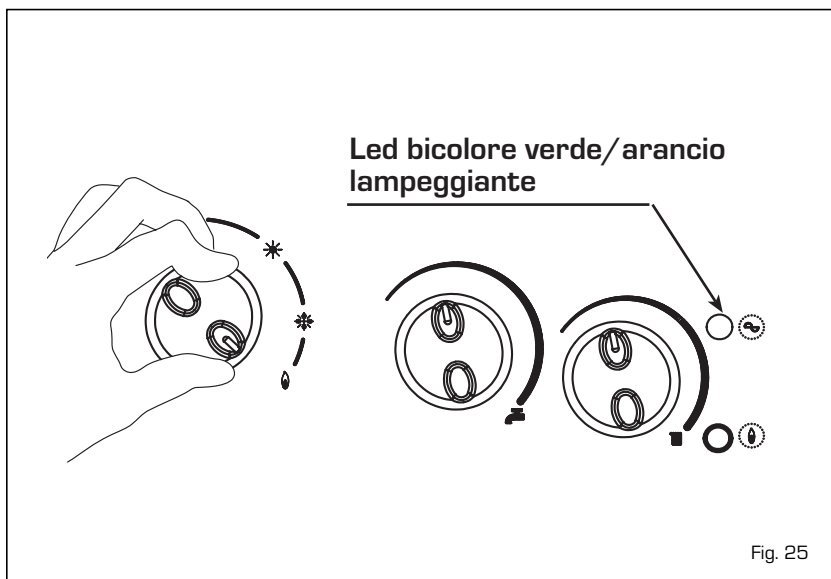

Fig. 25
4.6.2 Funzione spazzacamino (fig. 25)